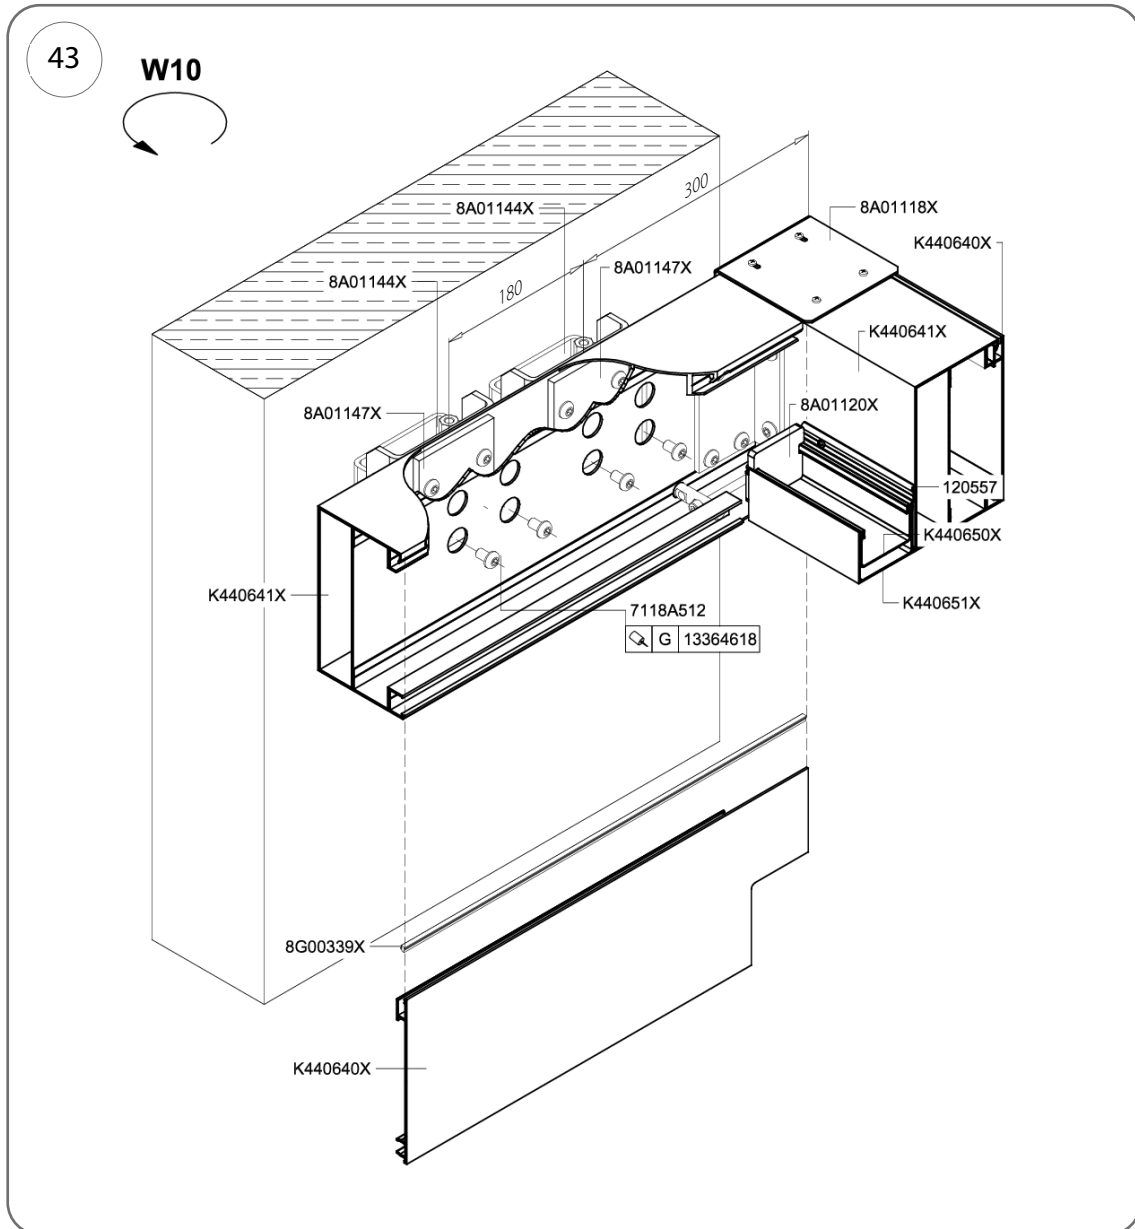

Рис. 43
2. Одна точка кріплення прогону складається з двох кронштейнів 8A01144X з відстанню між центрами 180 мм, а центр першого анкера повинен знаходитися на відстані 300 мм від зовнішньої поверхні крокви у вузлі W10 (рис. 43).